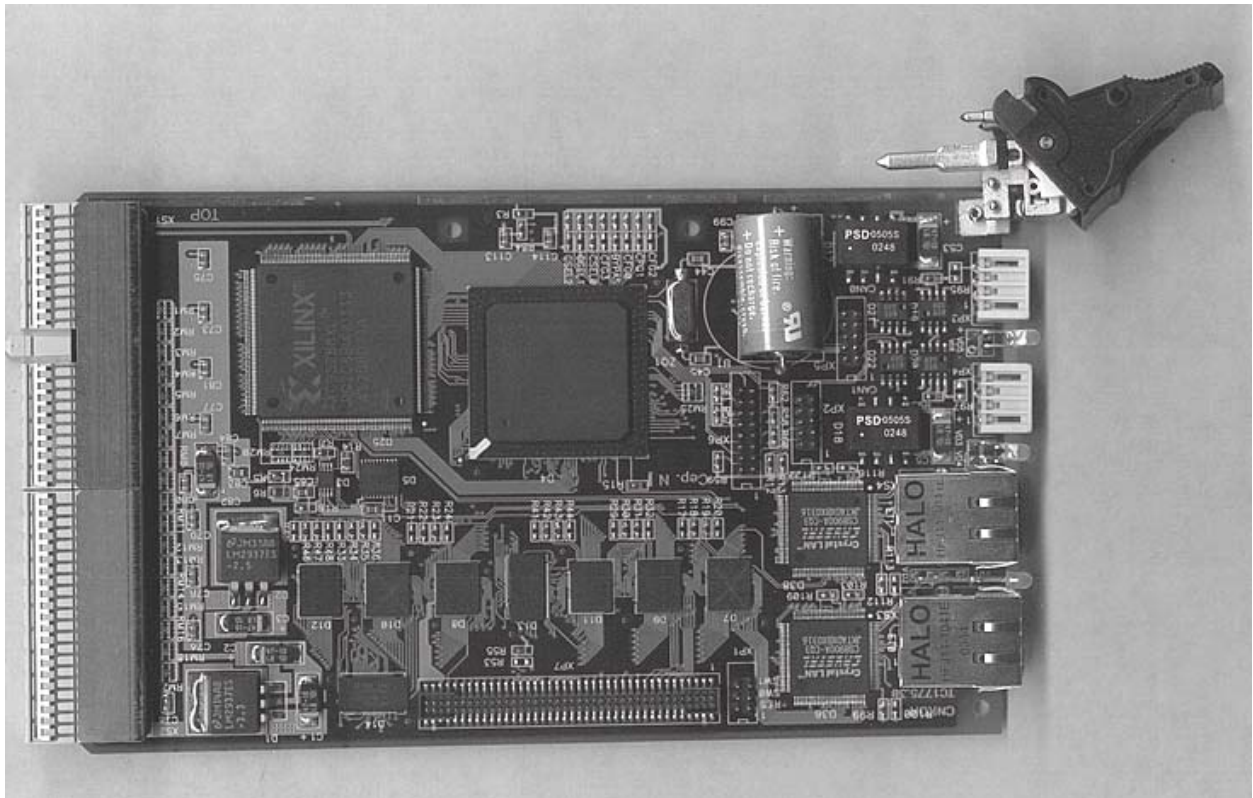

Рис.4. Процессорный модуль – Сикон ТС1775.30
- Сикон ТС1775.30 – процессорный модуль, типоразмер 100 x 160 мм (Рис.4);